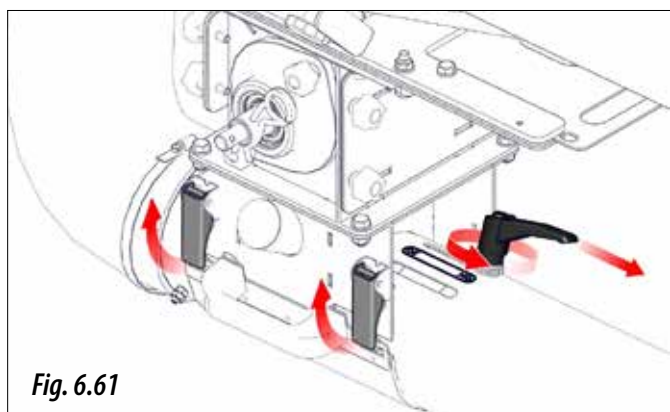

Fig. 6.61
- 4- Ouvrir le couvercle de l'injecteur venturi en actionnant les deux fermetures rapides et en déplaçant la manette d'éta-lonnage en position « NO » (figure 6.61).